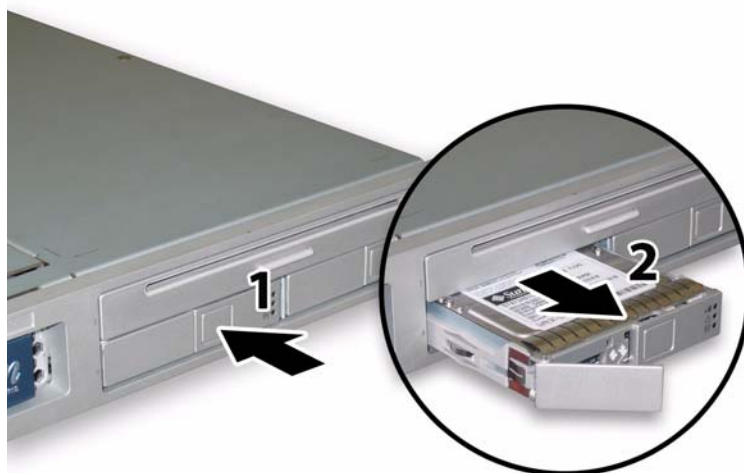

図 3-32 ハードディスクドライブラッチの開放
2. HDD 正面にあるボタンを押して、バネ式の固定ラッチを外します。図 3-32 を参照してください。